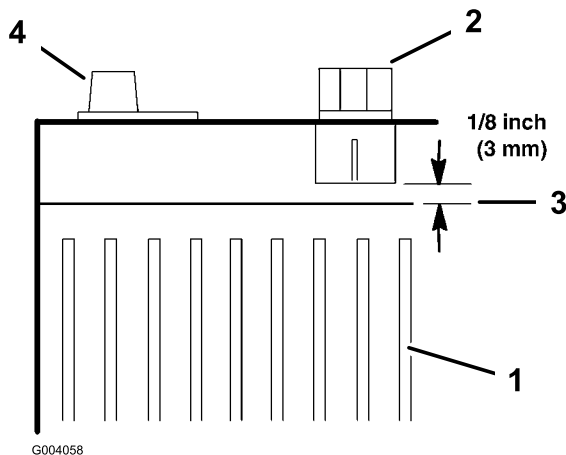

Figura 28
7. Acrescente água destilada de modo a que o nível da solução electrolítica fique a 3 mm do topo de cada cavidade (Figura 28).